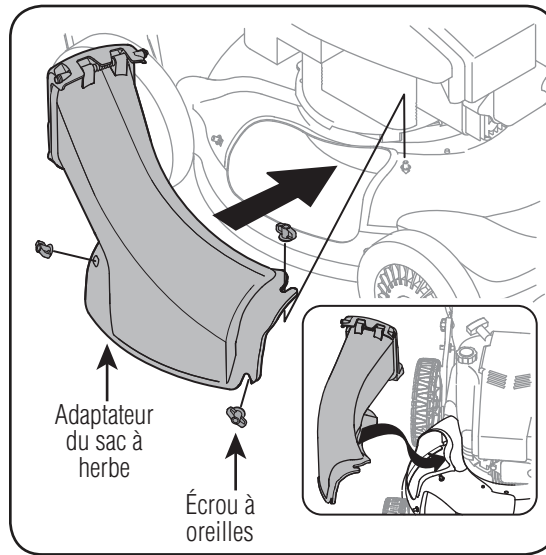

Figure 6
b. Installez l'adaptateur du sac (voir la Figure 6) et attachez-le avec les écrous à oreilles. Vérifiez que le bord intérieur glisse sous le rebord du plateau de coupe.